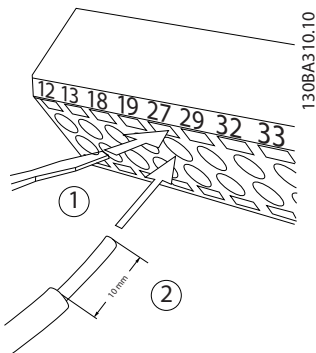

图 2.21 连接控制线缆
1. 将一把小螺丝刀插入触点上方或下方的槽中，从而打开触点，如图 2.21 所示。